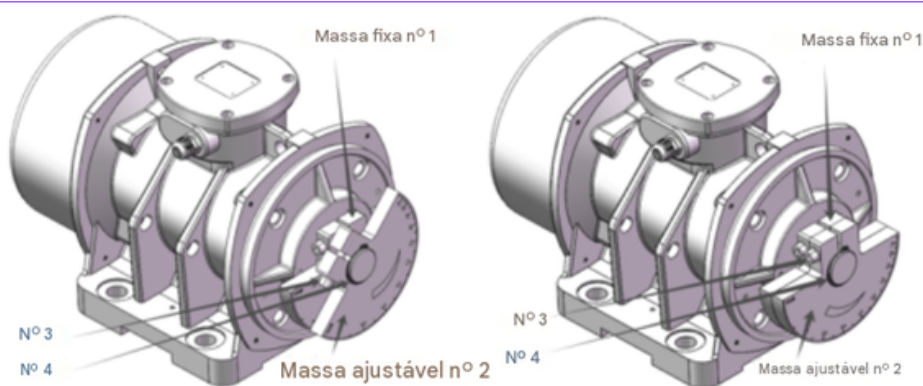

Figura 10. Ajuste de força para motor de vibração com massa em formato de leque
5. Ajuste de força do motor vibratório com massas em formato de leque (Figura 10);